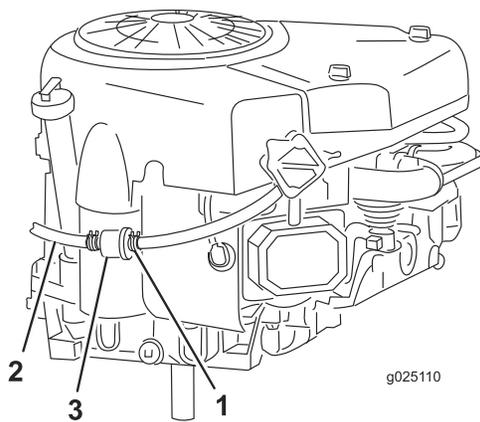

Bild 30
7. Drücken Sie die Enden der Schlauchklemme zusammen und schieben Sie sie an der Kraftstoffleitung nach oben zum Kraftstofftank (Bild 30).
8. Ziehen Sie die Kraftstoffleitung vom Kraftstofffilter (**Bild 30**) und lassen Sie den Kraftstoff in einen Benzinkanister oder in eine Auffangwanne ablaufen.
10. Schieben Sie die Schlauchklemme ganz an den Kraftstofffilter heran, um die Kraftstoffleitung und den Kraftstofffilter zu befestigen (**Bild 30**).
Tauschen Sie den Kraftstofffilter am besten aus, wenn der Tank leer ist (**Bild 30**). Bauen Sie nie einen verschmutzten Filter wieder ein, wenn Sie diesen aus der Kraftstoffleitung entfernt haben.